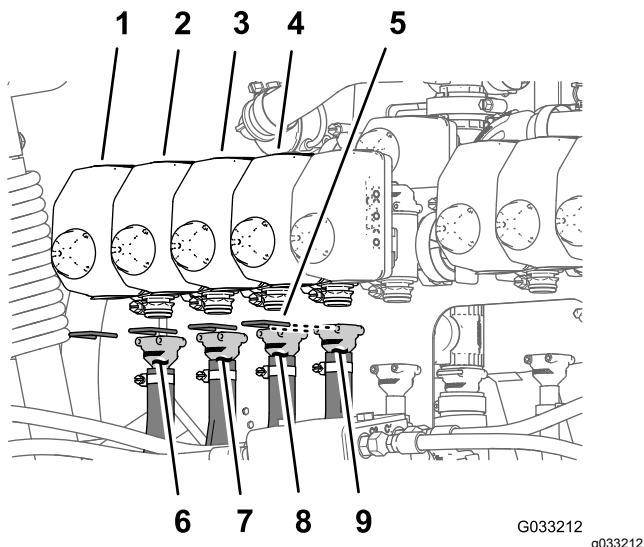
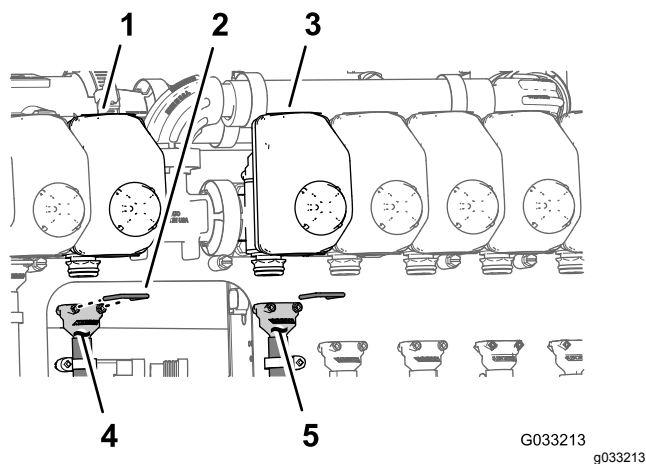
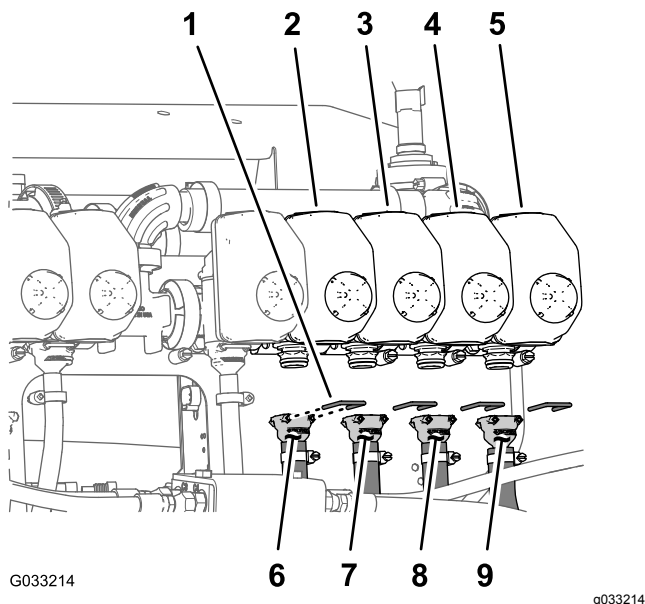

Figura 138
Figura 139
Figura 140
Nota: Fate riferimento a Figura 138 in Montaggio dei flessibili sulle valvole degli ugelli 1-4 (pagina 68), Figura 139 in Montaggio dei flessibili sulle valvole degli ugelli 5 e 6 (pagina 68) e Figura 140 in Montaggio dei flessibili sulle valvole degli ugelli 7-10 (pagina 69) per le posizioni delle valvole degli ugelli.
1. Montate il raccordo dentellato diritto di un flessibile di alimentazione di 279 cm (110") sull'accoppiatore della valvola dell'ugello 1 (Figura 138).
2. Fissate il raccordo dentellato all'accoppiatore con un fermo (Figura 138).
3. Montate il raccordo dentellato diritto di un flessibile di alimentazione di 234 cm sull'accoppiatore della valvola dell'ugello 2 (Figura 138).
4. Fissate il raccordo dentellato all'accoppiatore con un fermo (Figura 138).
5. Montate il raccordo dentellato diritto di un flessibile di alimentazione di 188 cm sull'accoppiatore della valvola dell'ugello 3 (Figura 138).
6. Fissate il raccordo dentellato all'accoppiatore con un fermo (Figura 138).
7. Montate il raccordo dentellato diritto di un flessibile di alimentazione di 188 cm sull'accoppiatore della valvola dell'ugello 4 (Figura 138).
8. Fissate il raccordo dentellato all'accoppiatore con un fermo (Figura 138).
1. Montate il raccordo dentellato diritto di un flessibile di alimentazione di 81 cm sull'accoppiatore della valvola dell'ugello 5 (Figura 139).
2. Fissate il raccordo dentellato all'accoppiatore con un fermo (Figura 139).
3. Montate il raccordo dentellato diritto di un flessibile di alimentazione di 81 cm sull'accoppiatore della valvola dell'ugello 6 (Figura 139).
4. Fissate il raccordo dentellato all'accoppiatore con un fermo (Figura 139).
1. Montate il raccordo dentellato diritto di un flessibile di alimentazione di 188 cm sull'accoppiatore della valvola dell'ugello 7 (Figura 140).
2. Fissate il raccordo dentellato all'accoppiatore con un fermo (Figura 140).
3. Montate il raccordo dentellato diritto di un flessibile di alimentazione di 188 cm sull'accoppiatore della valvola dell'ugello 8 (Figura 140).
4. Fissate il raccordo dentellato all'accoppiatore con un fermo (Figura 140).
5. Montate il raccordo dentellato diritto di un flessibile di alimentazione di 234 cm sull'accoppiatore della valvola dell'ugello 9 (Figura 140).
6. Fissate il raccordo dentellato all'accoppiatore con un fermo (Figura 140).
7. Montate il raccordo dentellato diritto di un flessibile di alimentazione di 279 cm sull'accoppiatore della valvola dell'ugello 10 (Figura 140).
8. Fissate il raccordo dentellato all'accoppiatore con un fermo (Figura 140).